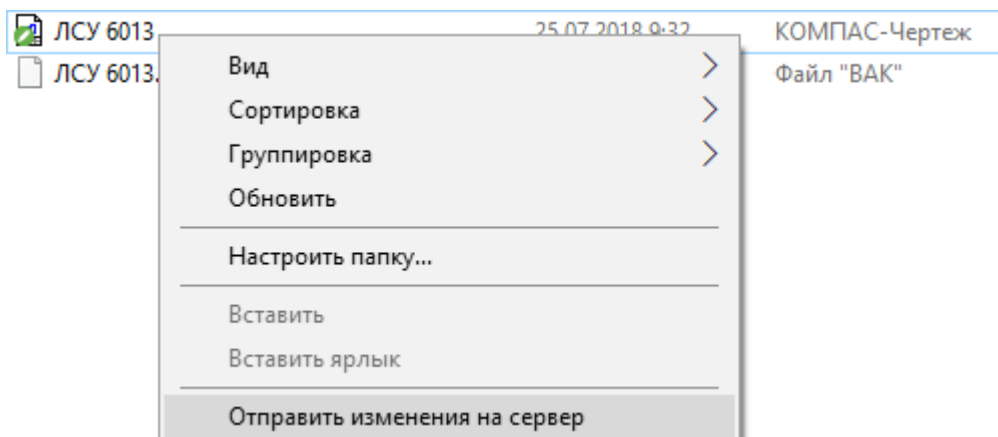

Рис.1.2.1 Отправка изменений на сервер
1. Сохраняем чертеж. Перейдем на Storage и отправим на сервер актуальную версию (рис.1.2.1)